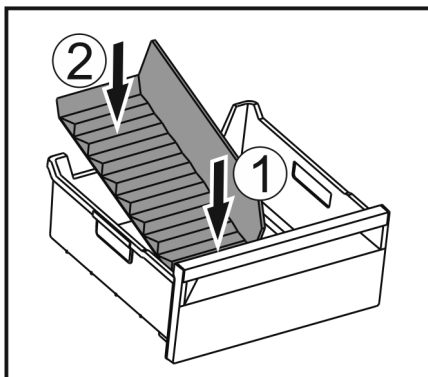

Fig. 148
- Vorderen Teil des Eisfach-Trenners einsetzen. Fig. 148 (1)
- Hinteren Teil des Eisfach-Trenners bis zum Schubfachboden absenken. Fig. 148 (2)